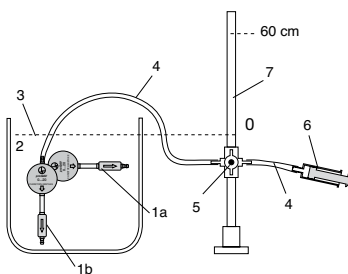

图20：试验装置
- 正确安置水压计和水浴槽，使水压计刻度的零点与水浴槽的液面处于相同的高度（参见图20）。
- 将注射器、水压计和硅胶管彼此连接起来。必要时，使用管道连接器（参见图20）。